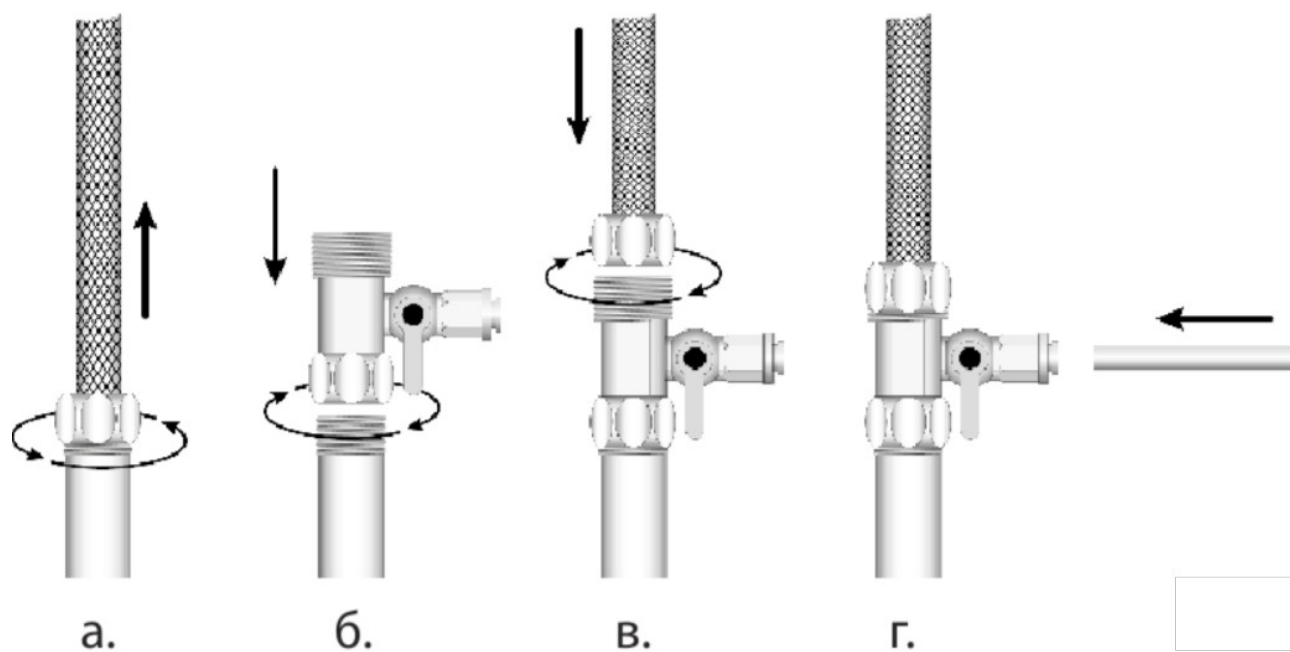

Рис. 2 Установка переходного крана-тройника
- Поставьте ведро под место предполагаемой установки переходника. Оптимальное место для этого — соединение трубопровода с подводкой к смесителю. Обычно эта подводка гибкая. Ослабьте зажимную гайку подводки и слейте остатки воды в ведро. Затем полностью открутите гайку (см. Рис. 2 а).
- Навинтите переходной кран-тройник на трубу (см. Рис. 2 b) и подключите гибкий шланг от смесителя (см. Рис. 2 с).
- Вставьте трубку в клапан до упора (см. Рис. 2 d).